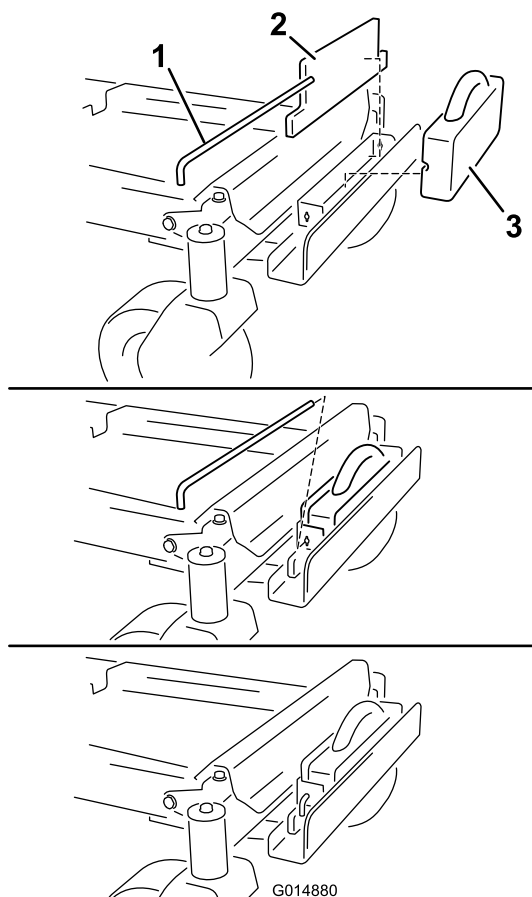

Figura 9
8. Instale um peso plano no suporte do peso e mova-o para trás, alinhando com o suporte (Figura 9).
9. Instale um peso da mala na frente do peso plano (Figura 9).
10. Prenda os pesos ao suporte do peso com uma travessa com chave (Figura 9). Instale a barra e rode-a 90 graus para baixo para a bloquear no sítio.